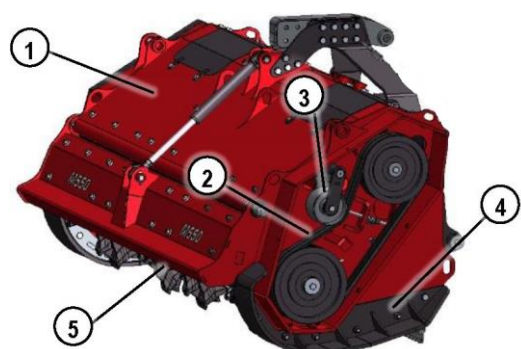

Рис. 15. Мульчирующая фреза со снятой коробкой передач
Мульчирующая фреза установлена на устойчивом корпусе (1) (Рис. 15). Основным компонентом мульчирующей фрезы является ротор (5) с инструментами, обрабатывающими грунт, укладываемыми стоящие насаждения и измельчающими в мульчу лежащий материал.